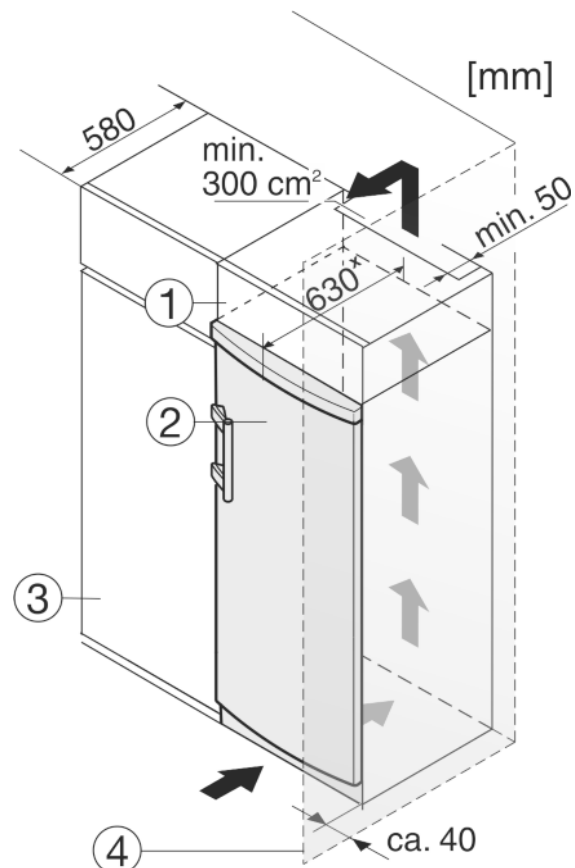

Fig. 9
Das Gerät kann mit der Kücheneinrichtung umbaut werden. Um das Gerät Fig. 9 (2) der Küchenzeilenhöhe anzugleichen, kann über dem Gerät ein entsprechender Aufsatzschrank Fig. 9 (1) angebracht werden.
Beim Umbau mit Küchenschränken (Tiefe max. 580 mm) kann das Gerät direkt neben dem Küchenschrank Fig. 9 (3) aufgestellt werden. Das Gerät steht seitlich 34 mm* und in der Gerätmitte 50 mm* gegenüber der Küchenschrankfront vor.
Wenn das Gerät mit den Scharnieren neben einer Wand Fig. 9 (4) aufgestellt wird, muss der Abstand zwischen Gerät und Wand mindestens 40 mm betragen. Dies entspricht dem Griffüberstand bei geöffneter Tür.